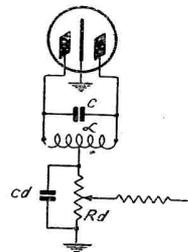

Fig. 5
- a) Schéma fig. 5. — Montage symétrique.